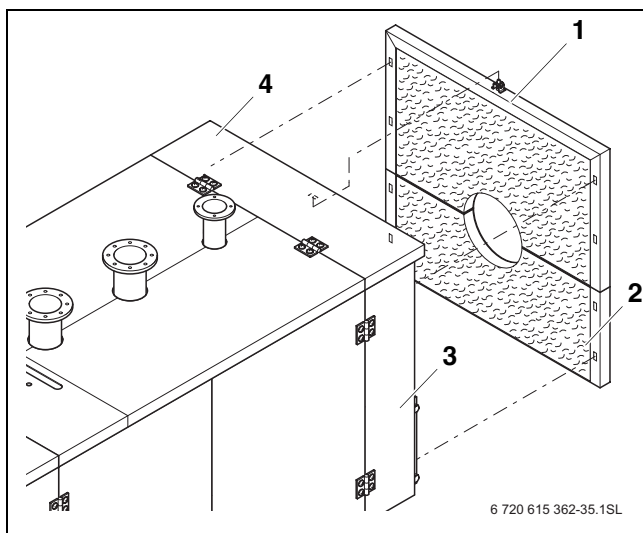

Рис. 41 Демонтаж задней стенки у котлов 120 - 1200 кВт
- ▶ Закройте боковую стенку (→ рис. 41, [3]).